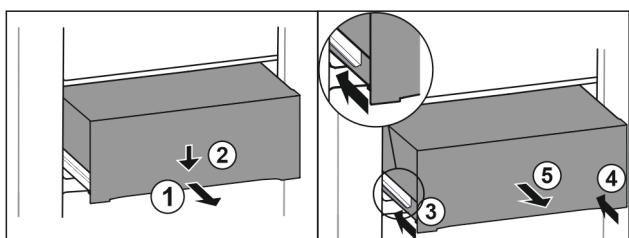

Fig. 104
- Витягніть ящик на половину. Fig. 104 (1)
- Спрямуйте висувний ящик вниз спереду. Fig. 104 (2)
- Вставте ліву рейку приблизно на 2 см. Fig. 104 (3)
- Вставте праву рейку приблизно на 2 см. Fig. 104 (4)
- Вийняти висувний ящик рухом вперед. Fig. 104 (5)